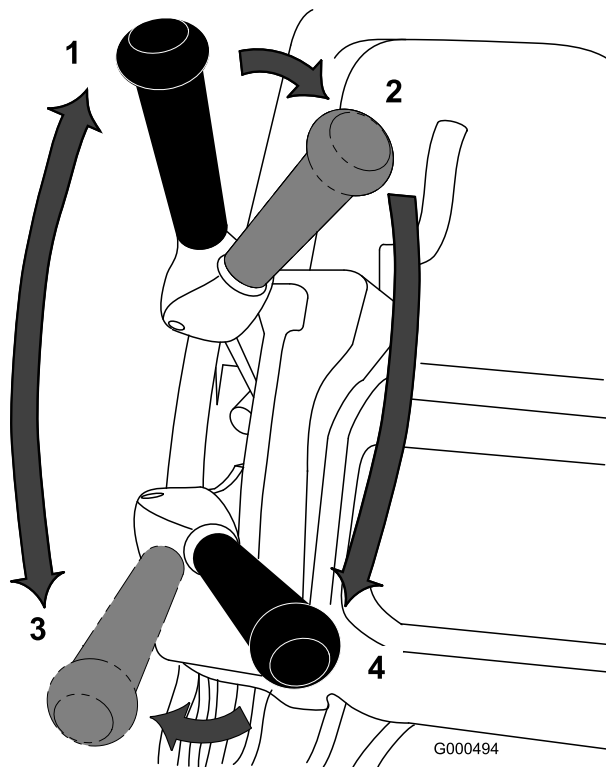

Рисунок 26
1. Запустите двигатель, установите дроссельную заслонку на пониженную частоту вращения, нажмите на ручку вниз, чтобы поднять режущий блок, нажмите на средство контроля присутствия оператора, переведите рычаг тяги в положение "Вкл." и переместите газонокосилку на край поля (Рисунок 26).
2. Переведите рычаг тяги в положение "Выкл." и включите рычаг привода барабана (Рисунок 26).
3. Переведите рычаг тяги в положение "Вкл.", увеличивайте посредством дроссельной заслонки частоту вращения до тех пор, пока газонокосилка не будет двигаться с требуемой скоростью, переместите газонокосилку на поле, опустите переднюю часть газонокосилки и начните работу (Рисунок 26).